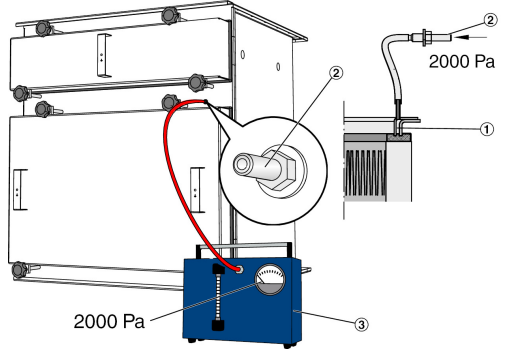

Abb. 15: Dichtheit-Prüfung
1. ▶ Dichtheit-Prüfgerät (Abb. 15/3) am Anschluss für Dichtheitprüfung (Abb. 15/2) anschließen.
2. ▶ Auf die Prüfrille (Abb. 15/1) ein Druck von mind. 2.000 Pa aufgeben.